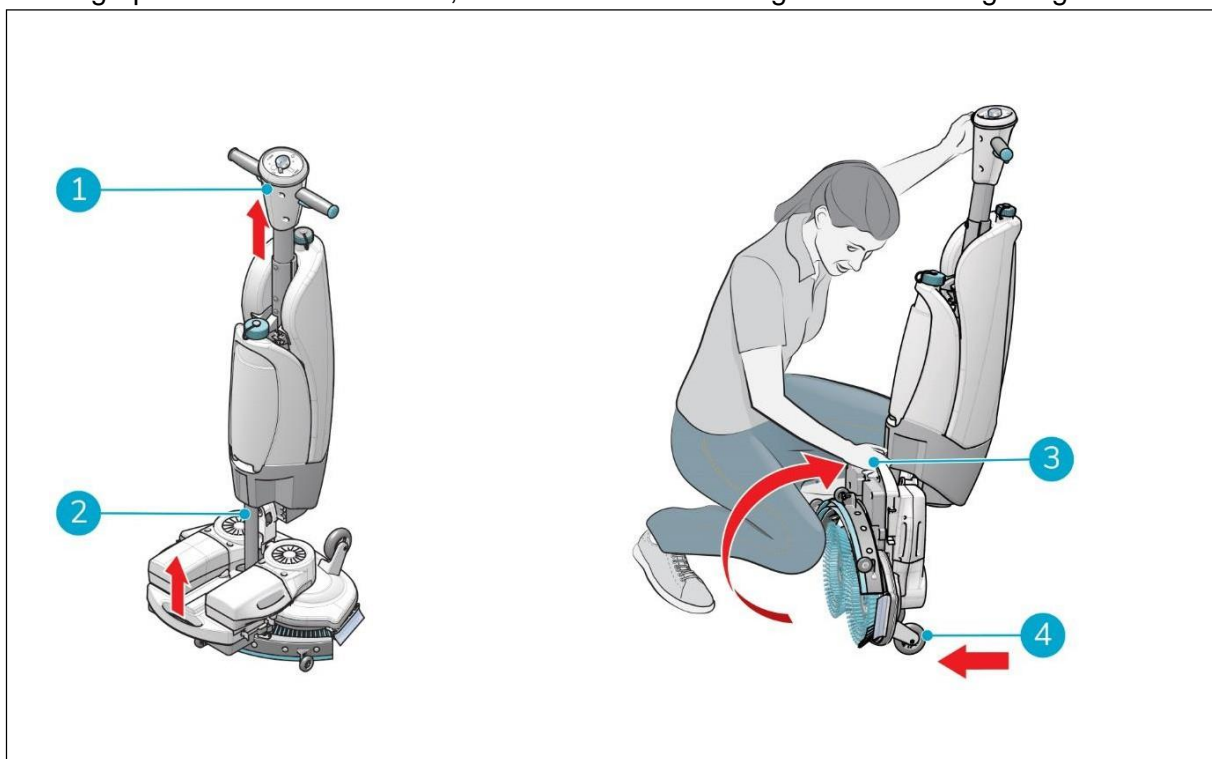

Abbildung 4
1. Vergewissern Sie sich, dass der Vakuumschlauch (Abbildung 4, Pos. 2) in die Maschine zurückgeschoben ist, damit er nicht gequetscht werden kann.
1. Gehen Sie in die Hocke und halten Sie den Griff (Abbildung 4, Pos. 1) mit einer Hand, während Sie mit der anderen Hand das Scheuerdeck (Abbildung 4, Pos. 3) halten.
2. Heben Sie das Bürstendeck langsam an, bis es aufrecht auf den Vorderrädern steht (Abbildung 4, Pos. 4). Führen Sie die Karosserie in Richtung des Bürstendecks, bis sie in einer Ruheposition einrastet.